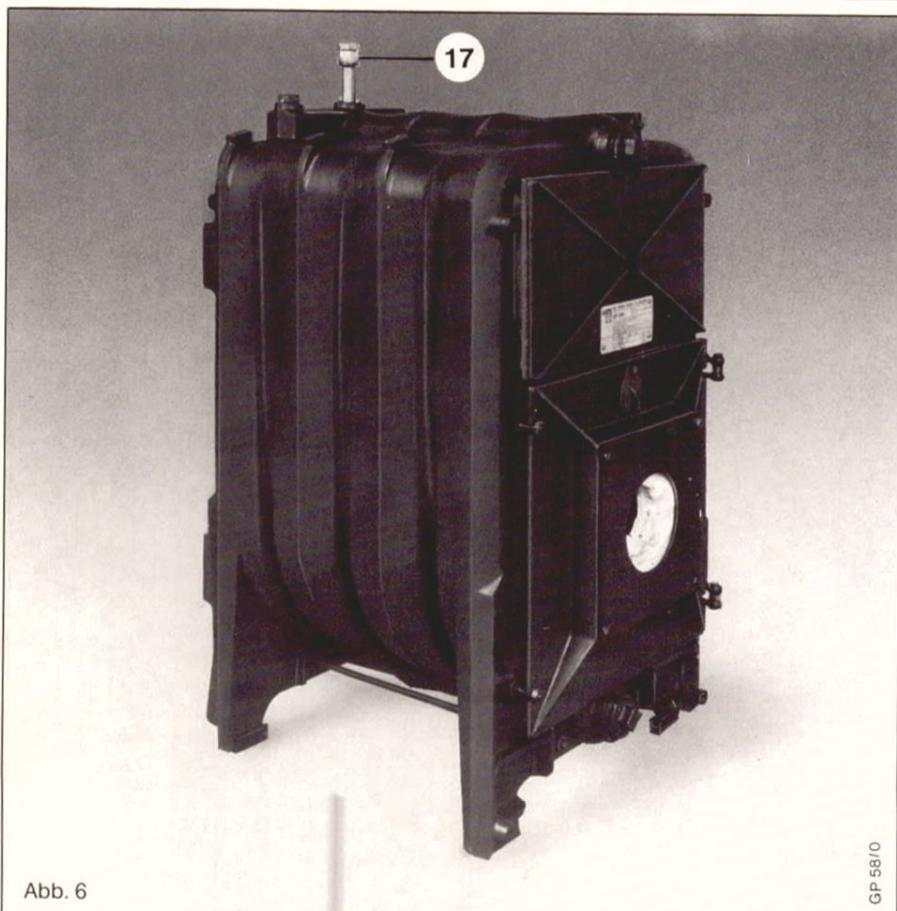

Abb. 6
Kapillarfühler (18) in die Tauchhülse (17) Abb. 6, Seite 5 einführen und sichern.